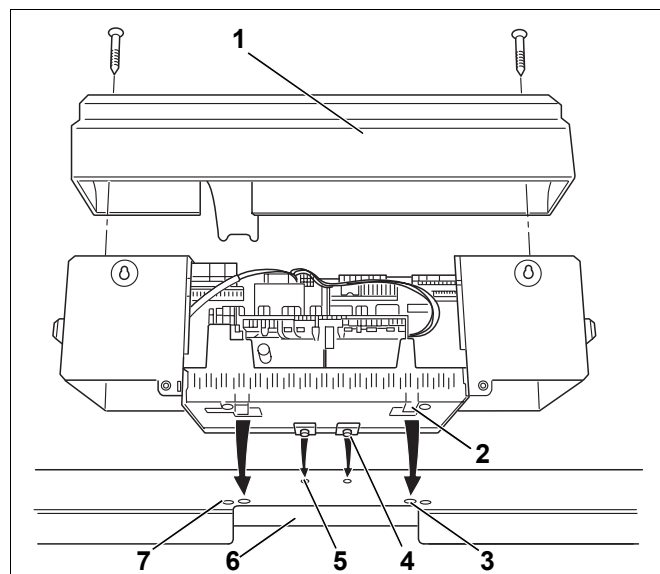
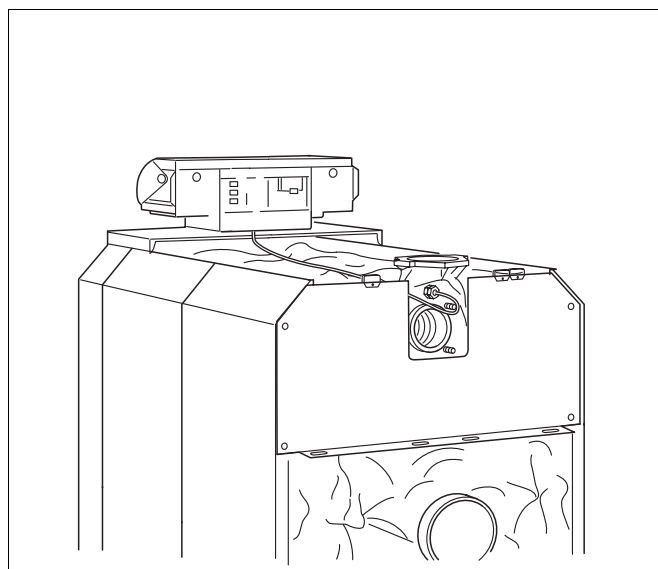

Fig. 60 Montaggio dell'apparecchio di regolazione
Fig. 65 Caldaia con apparecchio di regolazione installato
- ▶ Allentare entrambe le viti della copertura morsettieria (fig. 60, [1]). Rimuovere la copertura del morsetto dall'alto.
- ▶ Sistemare l'apparecchio di regolazione. Inserire l'apparecchio di regolazione sul davanti con i ganci d'inserimento (fig. 60, [4]) nei fori ovali della copertura caldaia anteriore (fig. 60, [5]). Tirare in avanti l'apparecchio di regolazione e poi piegarlo all'indietro. I ganci elastici (fig. 60, [2]) devono scattare dietro nelle aperture rettangolari della copertura anteriore della caldaia (fig. 60, [3]).
- ▶ Fissare lo zoccolo dell'apparecchio di regolazione a destra e a sinistra del passaggio cavi (fig. 60, [6]) sulla copertura anteriore della caldaia, con due viti autofilettanti (fig. 60, [7]).
- ▶ Riavvitare la copertura del morsetto (fig. 60, [1]) sullo zoccolo dell'apparecchio di regolazione con due viti autofilettanti (fig. 65).